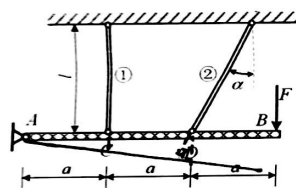

图 1
2) 如图 1 所示刚性梁 AB 在点 C、D 与钢制拉杆①、②铰接。杆①、②的横截面面积相等, 材料相同。以 Δl_1 表示杆①的轴向变形, Δl_2 表示杆②的轴向变形, 写出杆①、②之间的变形协调关系 $\Delta l_1 = \frac{1}{2} \frac{\Delta l_2}{\cos \alpha}$ 。